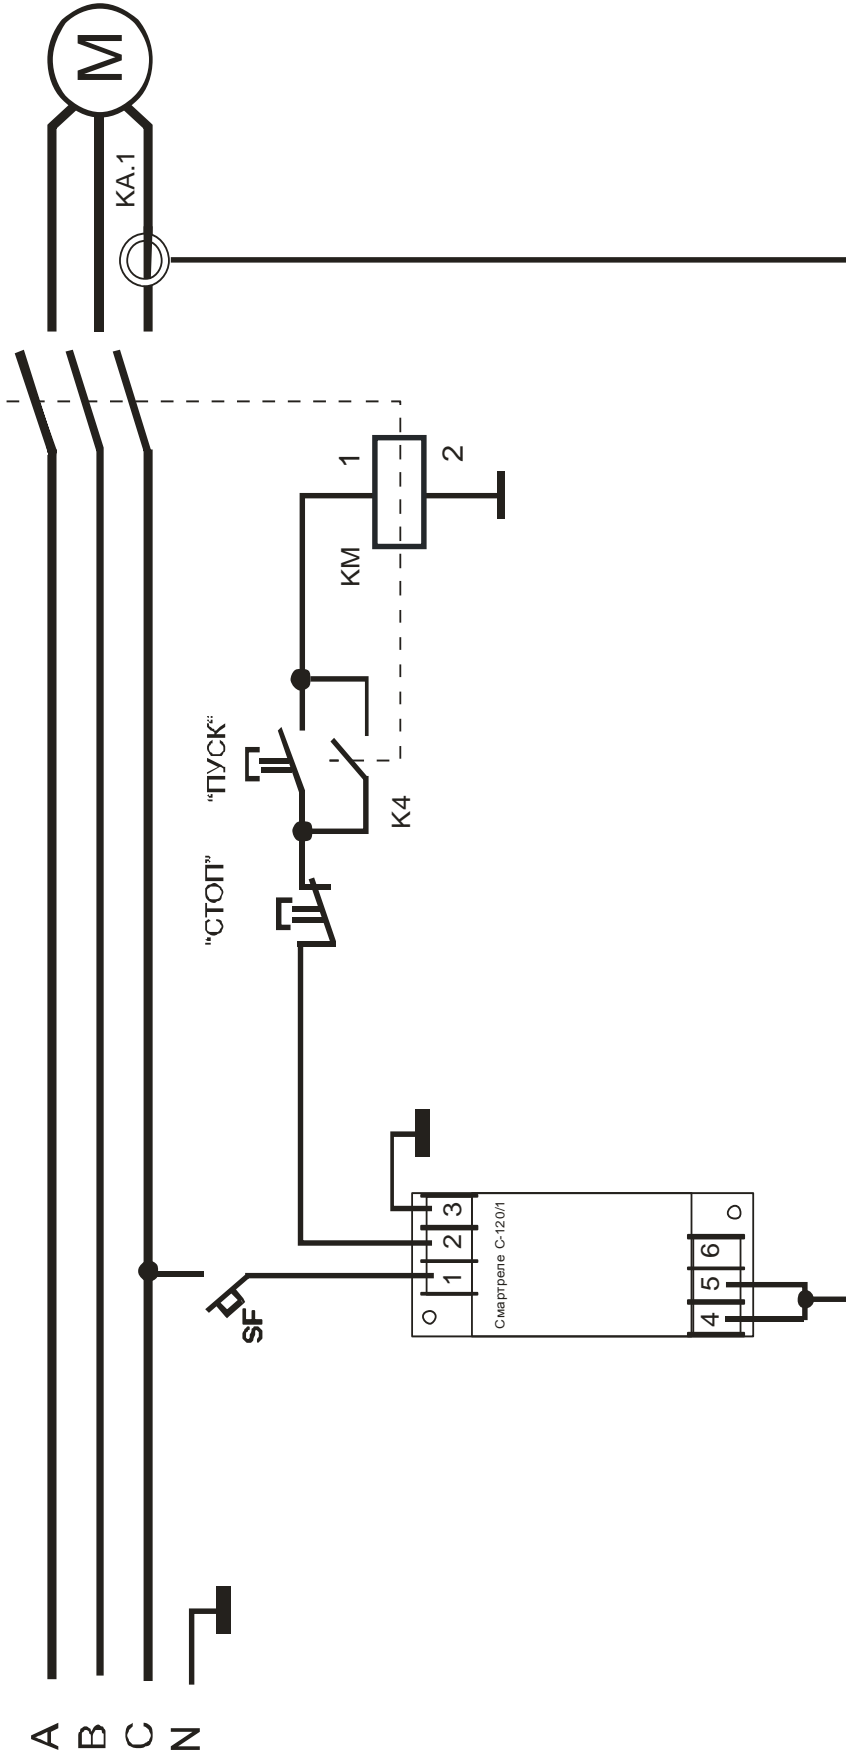

Рисунок 4 - схема включения СМАРТРЕЛЕ С-1230/1 в систему управления электродвигателем М
7.2. Подключение реле производится в соответствии со схемами рис.3, рис.4.